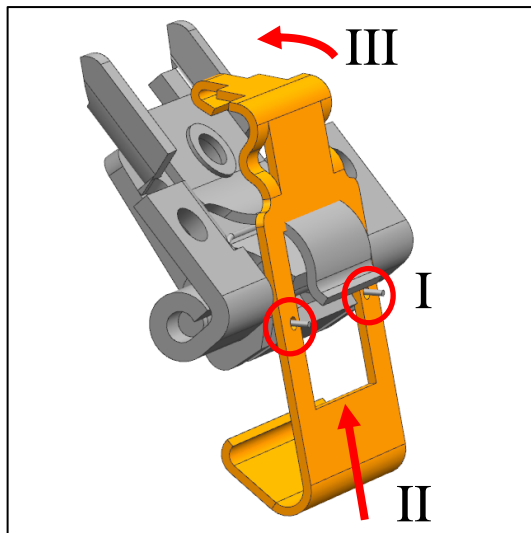

Abb. 40
- a) Setzen Sie den Rastschieber auf das Halteblech indem Sie die Schenkel der Federn in die Löcher einfädeln. Schieben Sie den Rastschieber erst nach oben und schwenken in dann ein (Abb. 40).